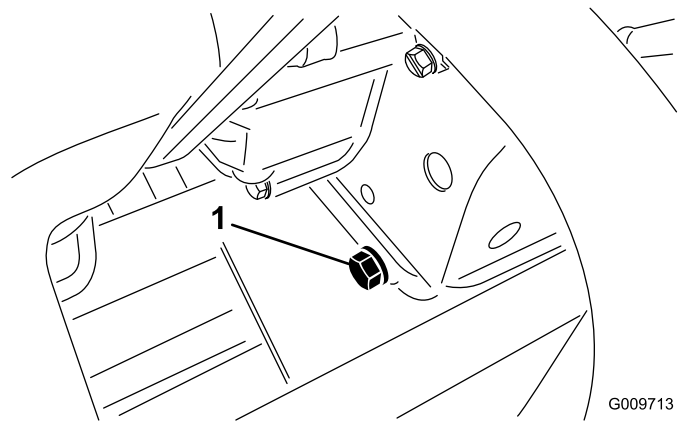

Bild 89
2. Entfernen Sie die Ablassschraube (Bild 89) und lassen Sie das Öl in die Auffangwanne ab.